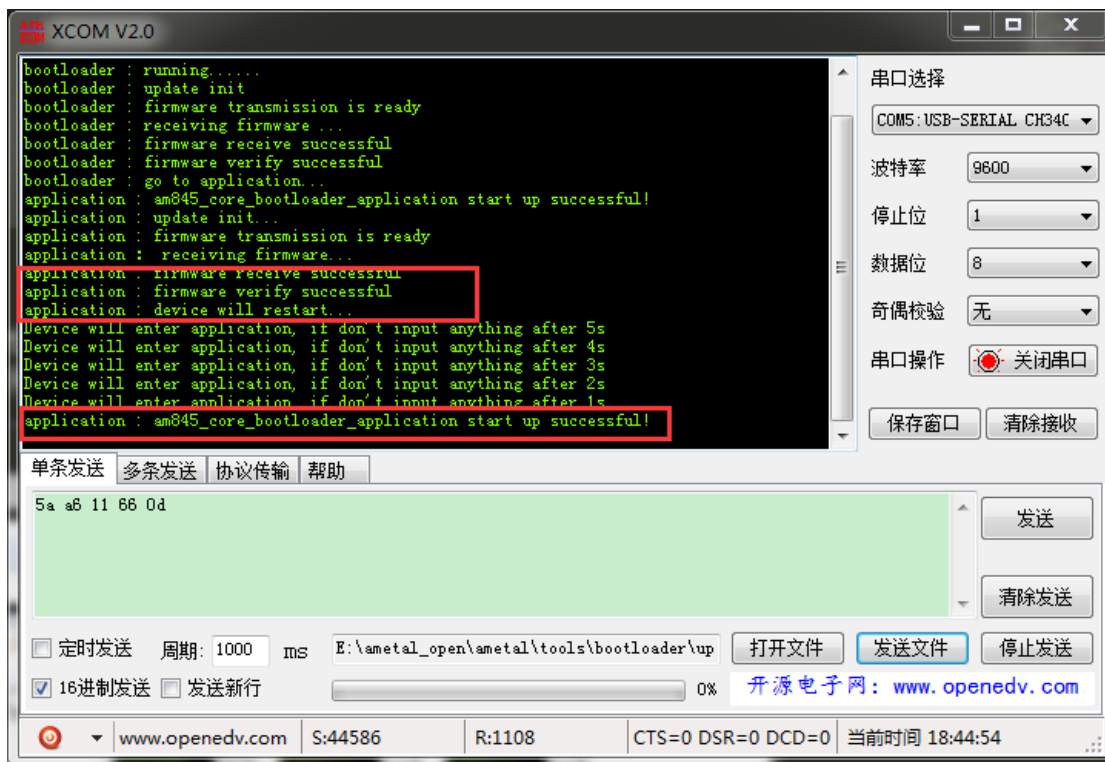

图 30: 固件传输完成
4、传输完成。当串口助手接收到“application : firmware receive successful”时表明应用程序已经接收成功。应用程序在经过校验之后会自动重启开发板，延时进入升级后的应用程序，串口助手打印信息，如图 30 所示，同时观察开发板可以看到红色 LED 开始以 1s 的间隔闪烁。